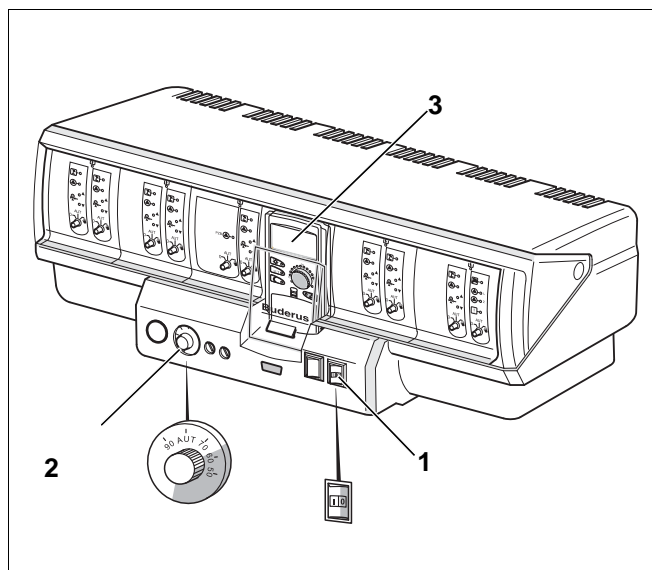

Рис. 1 Система управления Logamatic 4000
- Переведите пусковой выключатель (рис. 1, поз. 1) в положение "1" (ВКЛ).
- Установите нужную температуру на регуляторе температуры (рис. 1, поз. 2). В системах управления Logamatic регулятор температуры котловой воды установлен на заводе в положение "AUT".
- Переведите пусковой выключатель (рис. 1, **поз. 1**) из положения "1" (ВКЛ) в положение "0" (ВЫКЛ).
Неисправность горелки показывается сигнальной лампочкой на горелке, на системе управления и на дисплее (рис. 1, **поз. 3**).